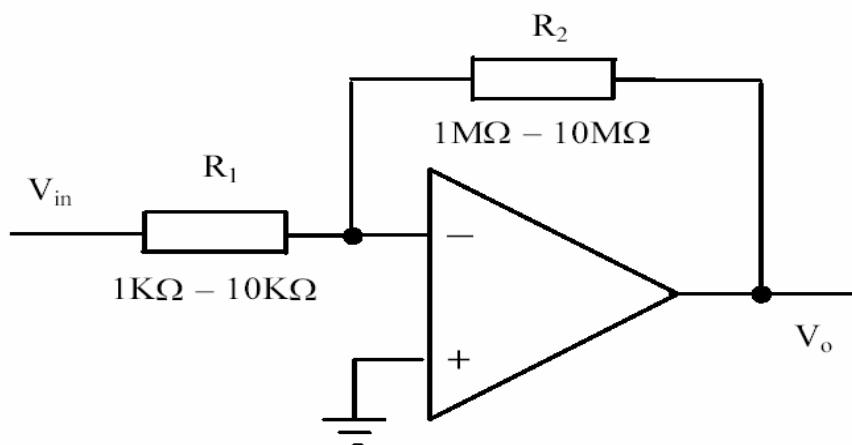

Рис. 19. Определение частотной характеристики ОУ
1. Реализуйте схему, изображенную на рис. 19. Не забудьте подключить питание к ОУ.